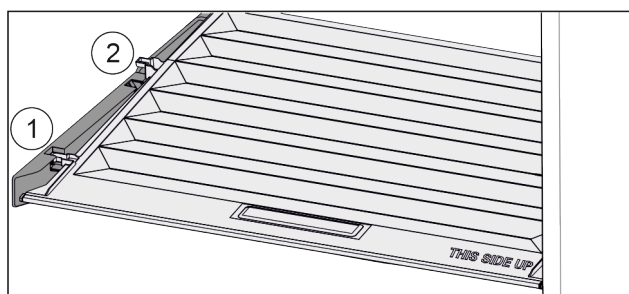

Fig. 38
- ▶ Deslice la tapa hacia delante hasta la abertura de las piezas de sujeción Fig. 38 (1).
- ▶ Levántela por detrás desde abajo y retírela tirando hacia arriba Fig. 38 (2).